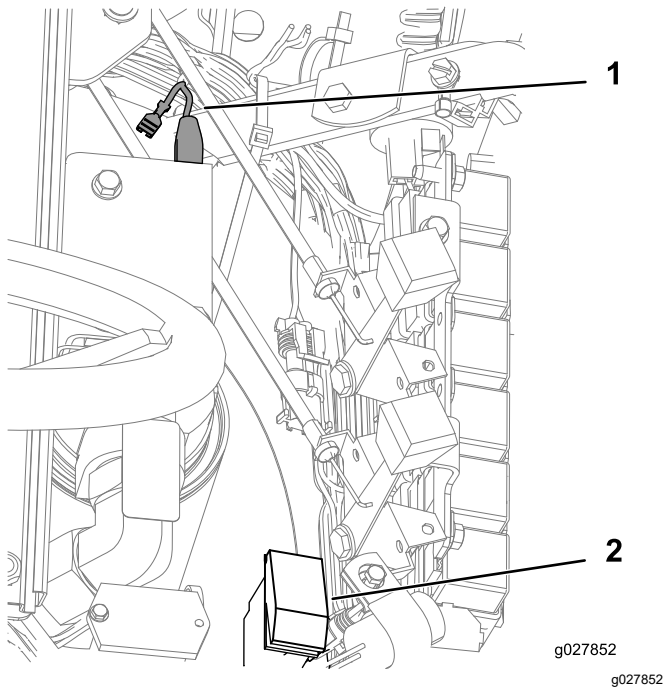

Figure 6
1. Acheminez le faisceau du kit d'éclairage sur le système ROPS jusqu'aux bornes (J13 et J14) du kit sur le faisceau de la machine, qui se trouve derrière le siège (Figure 6).